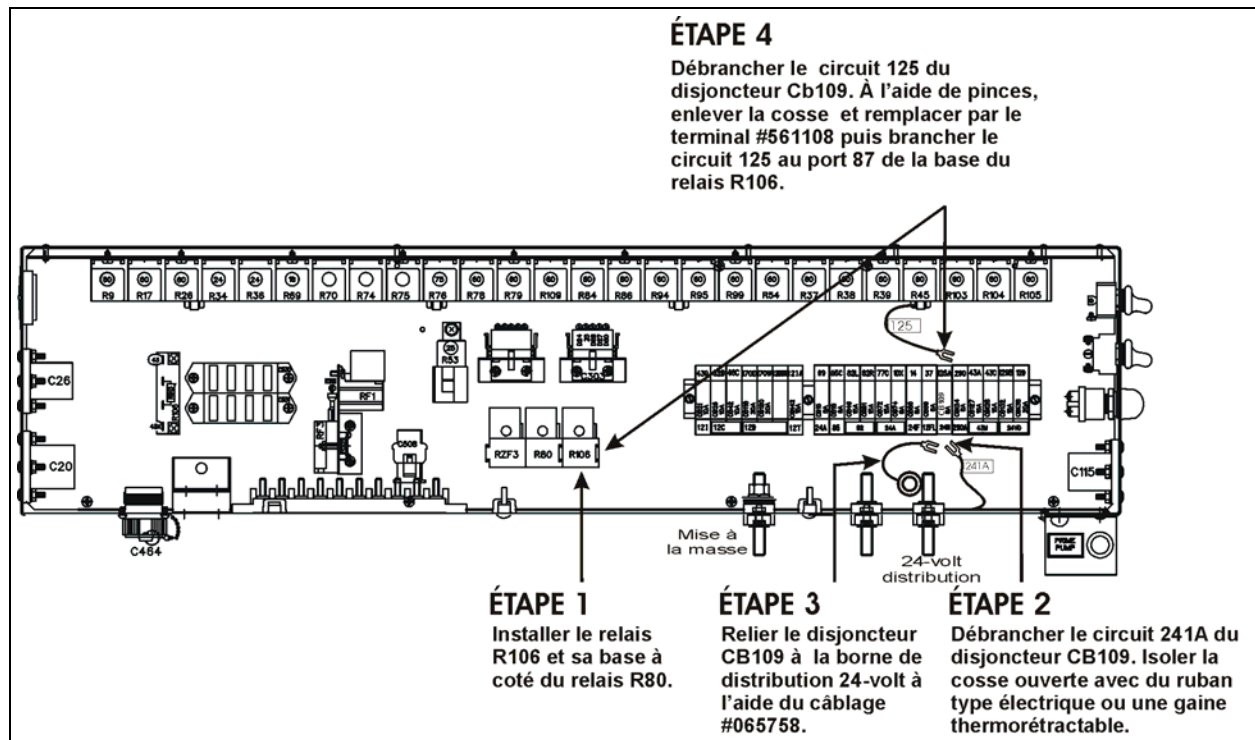

FIGURE 1: BOITE DE JONCTION ARRIÈRE
2. Suivre les 7 étapes des figures 1 et 2.